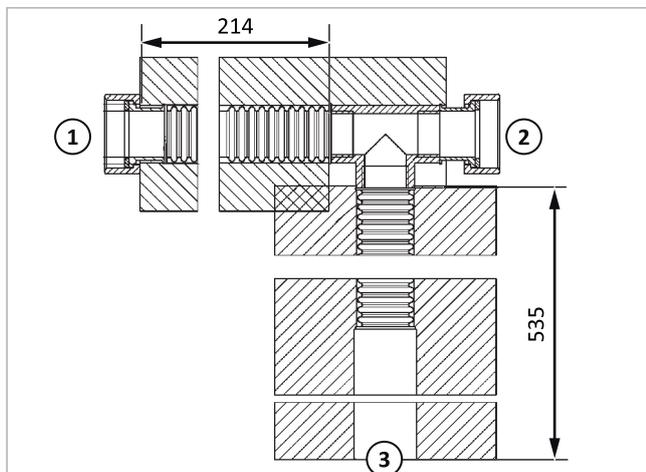

Abb. 10: Anschlussrohr Rücklauf Solarwärmeübergabestation
2. Das mitgelieferte Rücklauf-Anschlussrohr entsprechend der *Abb. 10* montieren. Den Anschluss für SolvisBruno (3) aus dem Lademodul herausführen.